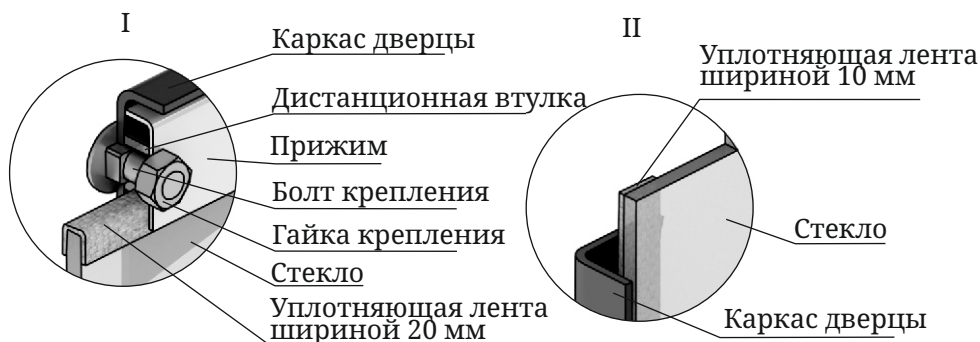

Рисунок 20. Крепление светопрозрачного экрана дверцы модификации «Витра»
3. Возьмите новое стекло. Если на нем нет уплотняющих лент, наклейте их: лента шириной 20 мм наклеивается сверху и снизу стекла «П» - образно (рисунок 20.І), лента шириной 10 мм наклеивается вертикально, вдоль боковых сторон стекла (рисунок 20.ІІ).
4. Вставьте стекло в упор, при этом лента, наклеенная с боковых сторон (вертикальная) должна быть зажата между стеклом каркасом дверцы (рисунок 20.ІІ).
Внимание! Гайки, крепящие прижим, накручиваются на болты крепления через дистанционные втулки (рисунок 20.І).